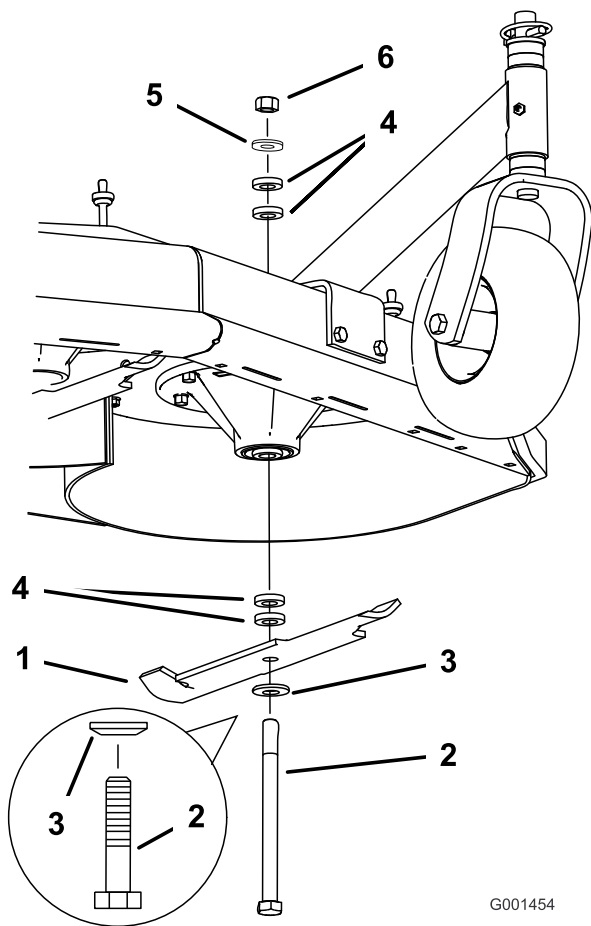

Figure 55
2. Enlevez de l'axe, l'écrou, le boulon de lame, la rondelle bombée, la lame, les entretoises et la rondelle mince (Figure 55).
- Placez la rondelle bombée puis la lame sur le boulon. Choisissez le nombre correct d'entretoise(s) pour la hauteur de coupe, et insérez le boulon dans l'axe (Figure 55).
- Posez la ou les dernière(s) entretoise(s) et fixez-la ou les en place avec une rondelle mince et un écrou (Figure 55).